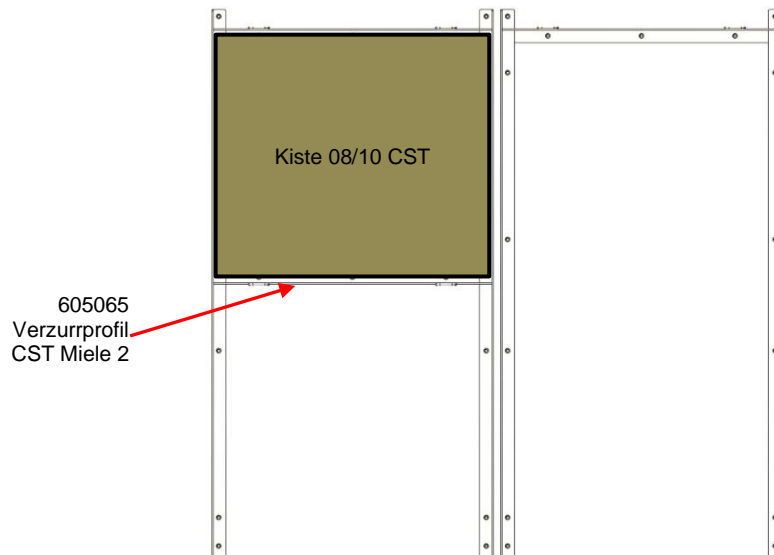

Abb. 3: Kiste 08/10 CST – Montage Verzurrprofile CST Miele 2
- ◆ Transportieren Sie mit dem Hubwagen oder mit dem Hydraulikstapler die Kiste 08/10 CST zwischen die beiden Verzurrprofile CST Miele links und Miele rechts auf der linken Seite (siehe Abb. 3:).
- ◆ Montieren Sie vor der Kiste 08/10 CST zur Sicherung ein Verzurrprofil CST Miele 2 (Art.-Nrn. 605065, siehe Abb. 3:).